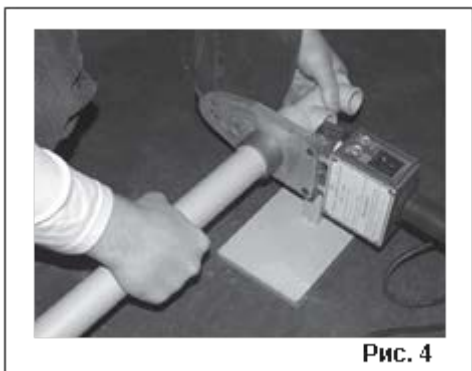

Рис. 4
10.3. Для достижения рабочей температуры для нагревательного элемента (6) и установленных насадок потребуется некоторое время. Индикаторные лампочки (5) (нагрев) указывают на готовность аппарата АСП к работе. Будьте крайне осторожны Рис.4
10.4. Как показано на Рис.4, с минимальным разрывом по времени, сначала установите фитинг, а затем конец трубы в соответствующие насадки. Устанавливайте и плавно проталкивайте фитинг и трубу в насадку на глубину сварки без вращения, табл.2.